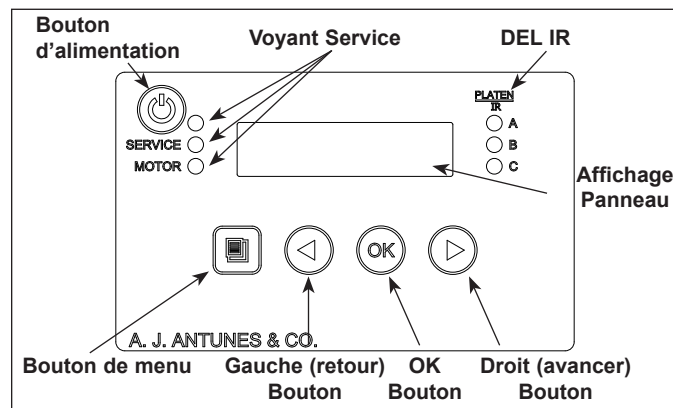

Figure 3. Panneau de commande HRT-5H
2. Voir Figure 3. Appuyer et maintenir enfoncé le bouton **MENU** pendant cinq secondes.